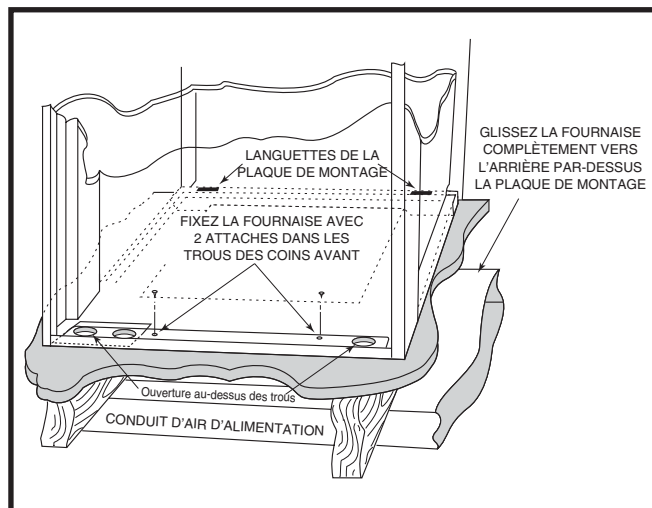
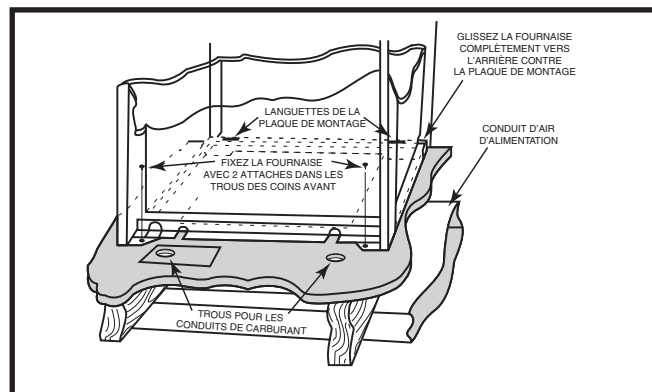

Figure 14. Fournaise de placard « A » et « B »
Figure 15. Fournaise de placard « A » sur armoire à serpent
Les côtés et l'arrière de la fournaise peuvent être couverts d'un cadre mural comme dans une armoire ou une alcôve. Les dimensions de la pièce ou de l'alcôve doivent convenir à la taille complète des dégagements de la fournaise et de l'installation spécifiés dans la Figure 4 \(page 5\) et dans la page 4. Cette fournaise doit être branchée adéquatement au système d'alimentation d'air tel que montré dans la Figure 14 \(page 8\) et Figure 15 \(page 8\).
4. Fixez le devant avec une (1) ferrure dans chaque coin. Voyez la Figure 14 et la Figure 15.